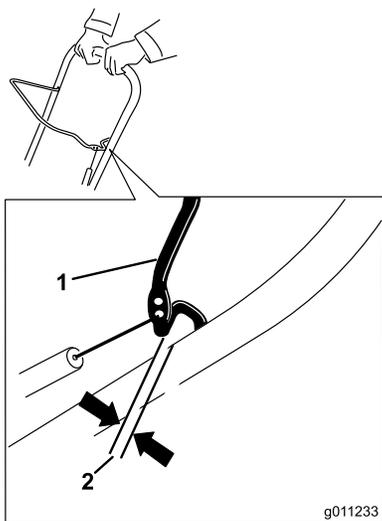

Figure 17
Rapprochez la barre de commande du guidon pour tendre le câble de commande (Figure 17).
**Remarque:** Vérifiez que la barre de commande et le guidon sont espacés de 2 à 3 mm (Figure 17).